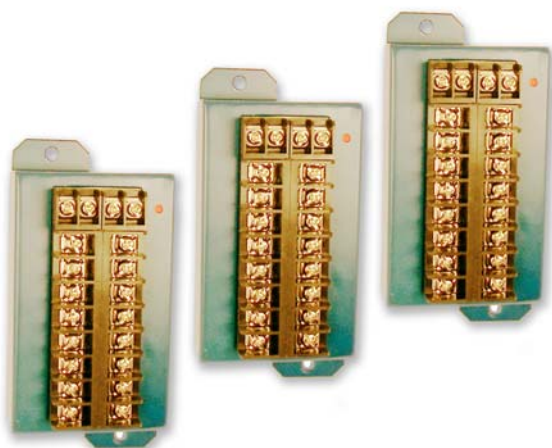

Рис.4. Внешний вид модулей ввода-вывода Ex.
- Модули ввода-вывода серии Ех, маркировка РО ExiaI/0ExiaIСТ6 Х (рис. 4).